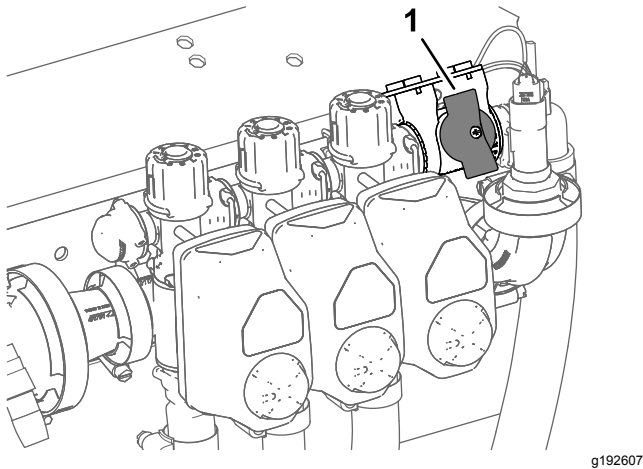

Рисунок 28
2. Поверните ручку отсечного клапана перепуска секции в закрытое положение (Рисунок 28).